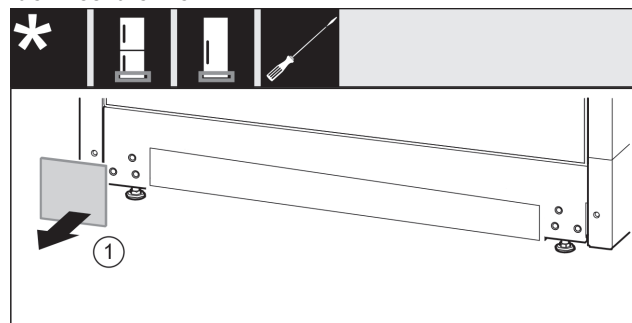

Fig. 20
- Vegye le a fedelet Fig. 20 (1).